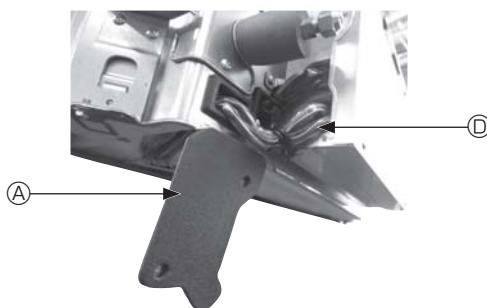

Fig. 4-4
- Før i-See-sensorens og signalmodtagerens ledninger gennem ledningsindgangene i boksen med elektriske komponenter som vist i diagrammet og omkring gennemføringerne på siden af hovedenheden. (Fig. 4-4)